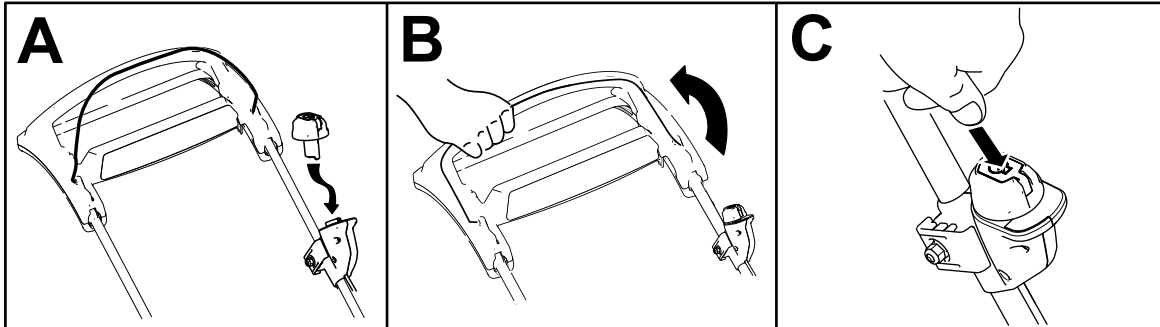

Figura 15
2. Introduzca el botón de arranque eléctrico en el interruptor de arranque eléctrico (Figura 15, A).
3. Apriete la barra de control de la cuchilla contra el manillar (Figura 15, B).
4. Pulse el botón de arranque eléctrico y manténgalo pulsado hasta que el motor arranque (Figura 15, C).